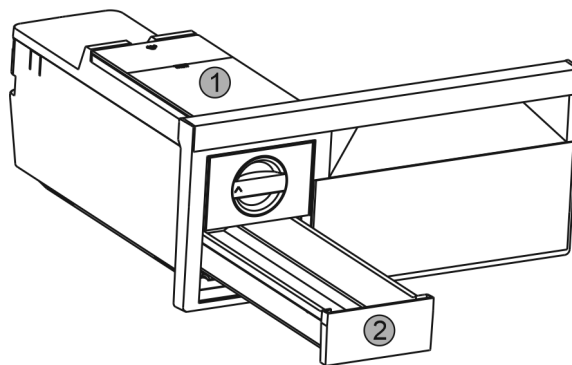

Fig. 55
- ▶ Ta ut vanntanken Fig. 55 (1) og isbitskuffen Fig. 55 (2).